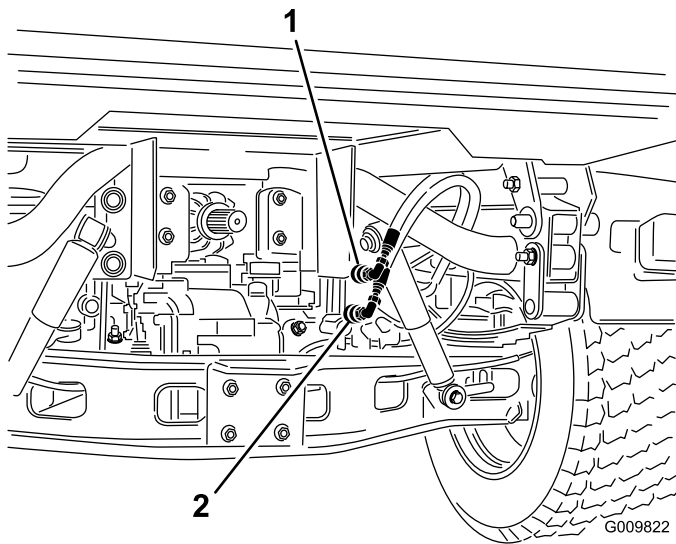

Figure 75
2. Sur les deux véhicules, débranchez les deux flexibles à raccords rapides des flexibles fixés au support de raccord (Figure 75).